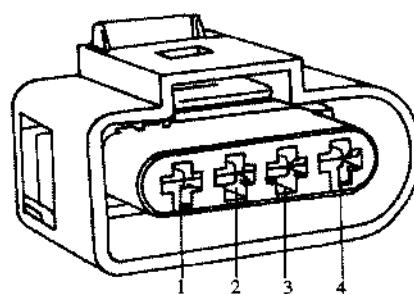

图 2.42 点火线圈插头
② 如图 2.42 所示，用万用表测量线束端插头端子 2（电源端）和 4（搭铁端）之间的电压（奥迪 APS 和 ATX 发动机为端子 1 和端子 2，端子 1 为电源端，端子 2 为搭铁端）。打开点火开关，其电压值应为蓄电池电压，然后关闭点火开关。如果没有电压，按照电路图分别检查端子 2（奥迪 APS 和 ATX 发动机为端子 1）与中央继电器盒、端子 4（奥迪 APS 和 ATX 发动机为端子 2）与搭铁之间有无断路，导线电阻值最大为  $1.5\Omega$ 。
③ 若电压正常，按照电路图，检查功率放大器线束端插头至发动机控制单元对应连接端子之间的导线是否导通，其导线电阻最大值为  $1.5\Omega$ 。
④ 若线路正常，检查功率放大器的动作。
① 拔下点火线圈及功率放大器的 4 针插头，如图 2.42 所示。
② 检查线束端插头端子 2（功率放大器接地端）与车身搭铁之间是否断路或对正极短路，如需要，排除断路或短路处。
③ 检查线束端插头端子 4（点火线圈接地端）与发动机搭铁之间是否断路或对正极短路，